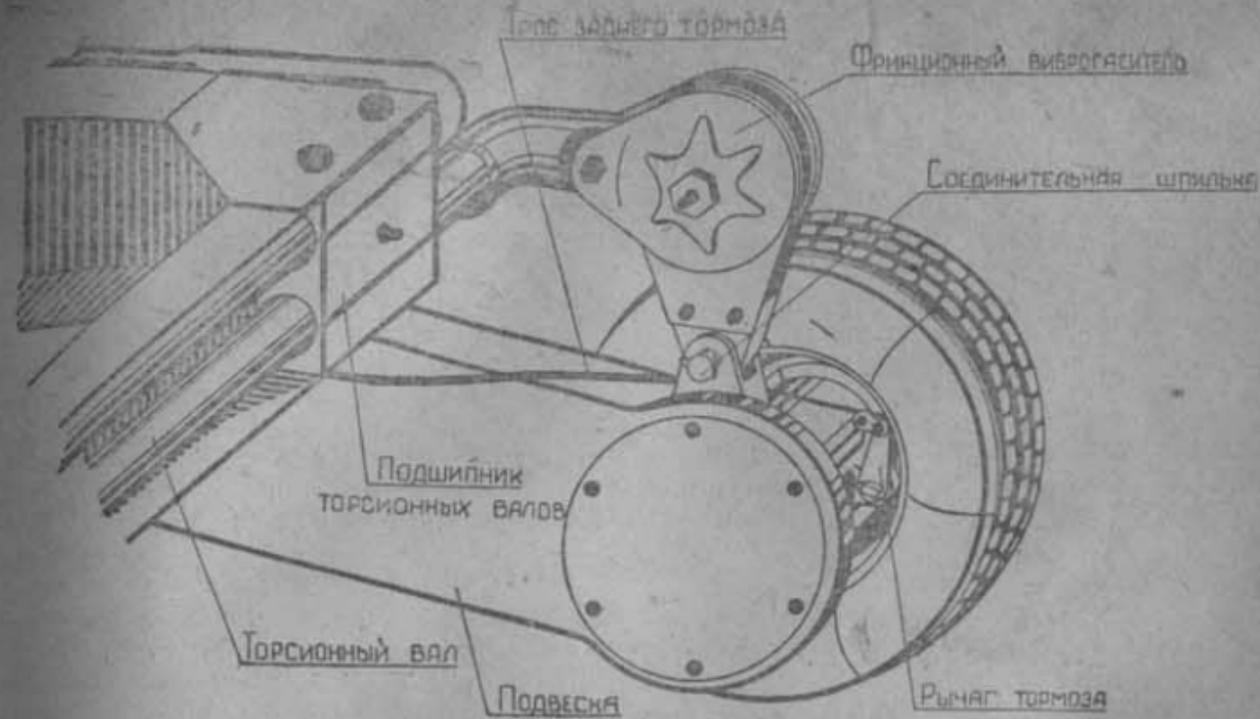

Рис. 18. ТОРСИОН С ГАСИТЕЛЯМИ
5. Извлечь сальниковые уплотнения (шайба 6, кольцо 7, шайба 8, кольцо 9, шайба 10. Рис. 18) и пробку.
Торсионные валы помещаются на задней балке рамы в двух подшипниках, которые крепятся к раме каждый двумя балтами. Одним отогнутым концом торсион крепится болтом с гайкой к раме, а к другому отогнутому концу крепятся четыре верхних щеки виброгасителя. (См. рис. 18).